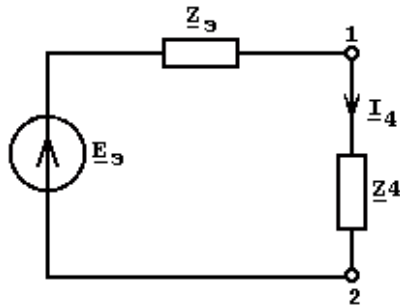

Рисунок 1.14
1. Эквивалентная схема для расчета тока в элементе $\underline{Z}_4$ имеет вид (рисунок 1.14).
3. Ток в элементе Z_4 (см. рисунок 1.14) находим по закону Ома